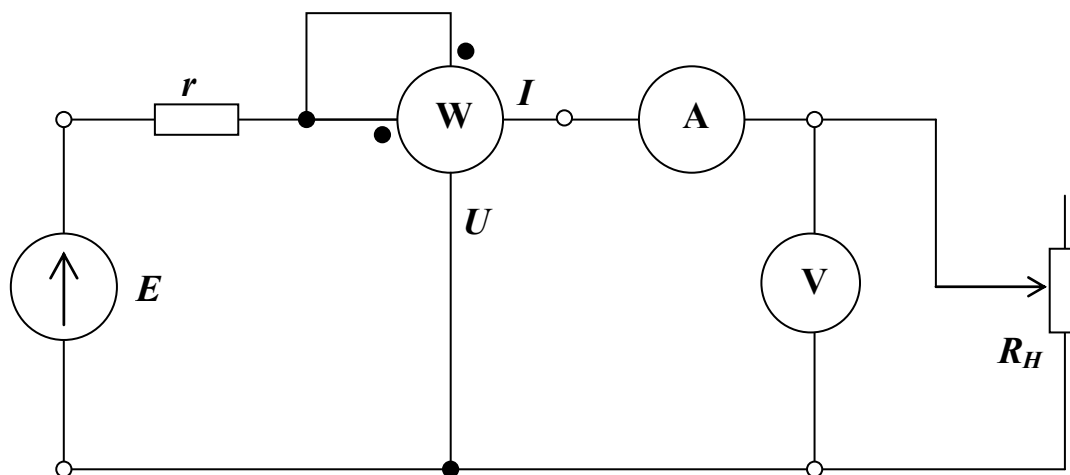

Рис. 4.3
- Соберите цепь согласно схеме на рис. 4.3. Резистор r имитирует внутреннее сопротивление источника напряжения. В качестве нагрузки используется переменный резистор (потенциометр).